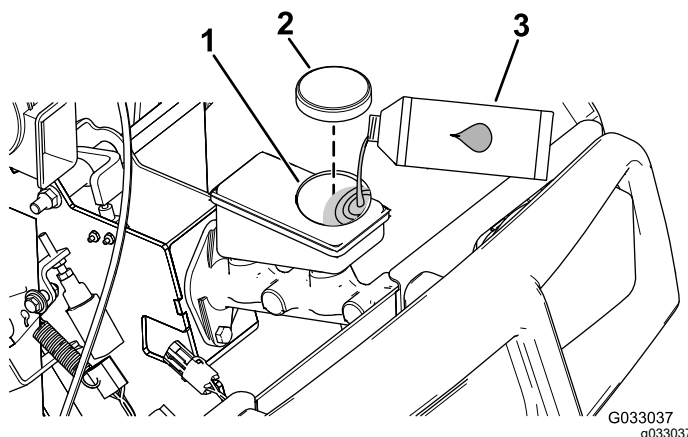

図 65
4. フードを持ち上げてブレーキのマスターシリンダとブレーキ液タンクにアクセスできるようにする 図 65。
- A. ウェスでタンクのキャップの周囲をきれいに拭いてキャップ外す 図 65。
- C. タンクにキャップを取り付ける 図 65。